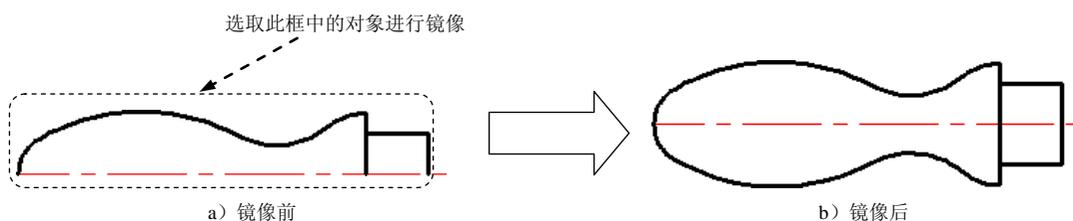

图 17.4.11 镜像操作
Step11. 进行图形的镜像, 如图 17.4.11 示。选择下拉菜单 **修改(M)** → **镜像(I)** 命令; 用窗口选取的方法, 选取图 17.4.11 示的对象, 按 Enter 键结束选择; 捕捉水平中心线上的某一点并单击, 然后在水平中心线上选取另一点; 在命令行中输入字母 N 后按 Enter 键。